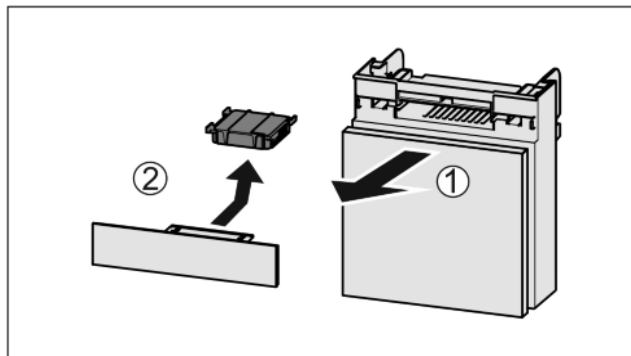

Fig. 64
- ▶ Zásuvku vytáhněte dopředu Fig. 64 (1).
- ▶ Filtr s aktivním uhlím vyjměte Fig. 64 (2).